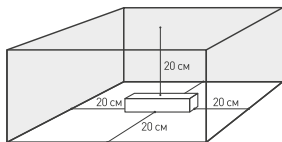
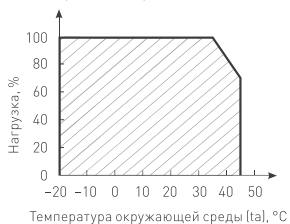

Рис. 1. Свободное пространство вокруг источника
Рис. 2. Максимальная допустимая нагрузка, % от мощности источника
- 4.2. Для естественной вентиляции обеспечьте не менее 20 см свободного пространства вокруг источника питания, как изображено на рис. 1. При невозможности обеспечить свободное пространство используйте принудительную вентиляцию. В случае установки в ограниченном пространстве (например, лайтбокс или профиль) предусмотрите обеспечение требуемого температурного режима источника питания согласно рис. 2.
- 4.3. Не нагружайте источник питания более чем на 80% от его максимальной мощности. Учитывайте, что с повышением температуры окружающей среды максимальная мощность источника питания снижается, см. график зависимости на рис. 2.